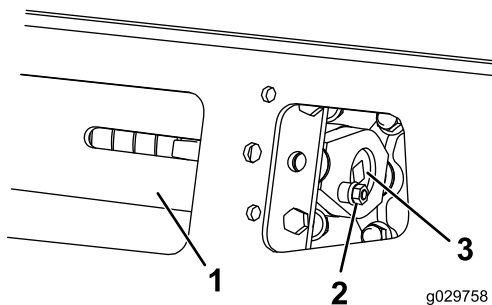
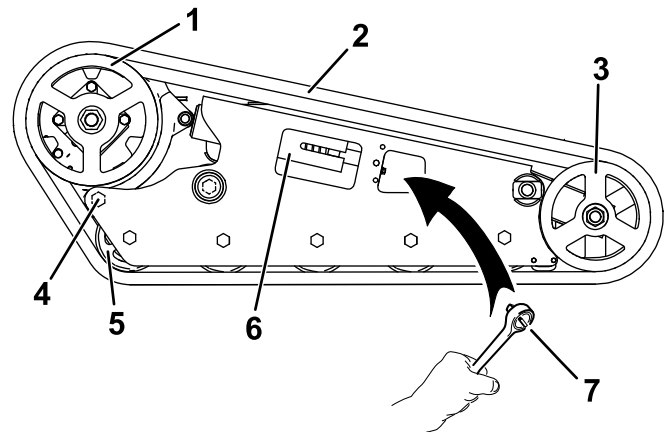

Bild 55
Bild 56
3. Entfernen Sie die Befestigungsschraube und Mutter (Bild 55).
5. Fluchten Sie die am nächsten liegende Kerbe in der Spannschraube mit dem Loch der Befestigungsschraube aus und befestigen Sie die Schraube mit der Befestigungsschraube und Mutter (Bild 55).
3. Lösen Sie die Antriebsspannung mit einem Sechskantschlüssel (1/2"), indem Sie die Spannschraube nach rechts drehen (Bild 55 und Bild 56).
4. Lösen Sie die hintere Schraube in der Nähe des Antriebsrads (Bild 56).
6. Wenn Sie die Kette vom Vorderrad entfernt haben, entfernen Sie sie vom Antriebsrad und den Straßenrädern (Bild 56).
7. Legen Sie die neue Kette, beginnend beim Antriebswirbel, um den Wirbel und stellen Sie sicher, dass die Stollen an der Kette zwischen die Distanzstücke auf dem Wirbel passen (Bild 56).
8. Drücken Sie die Kette unter und zwischen die Straßenräder (Bild 56).